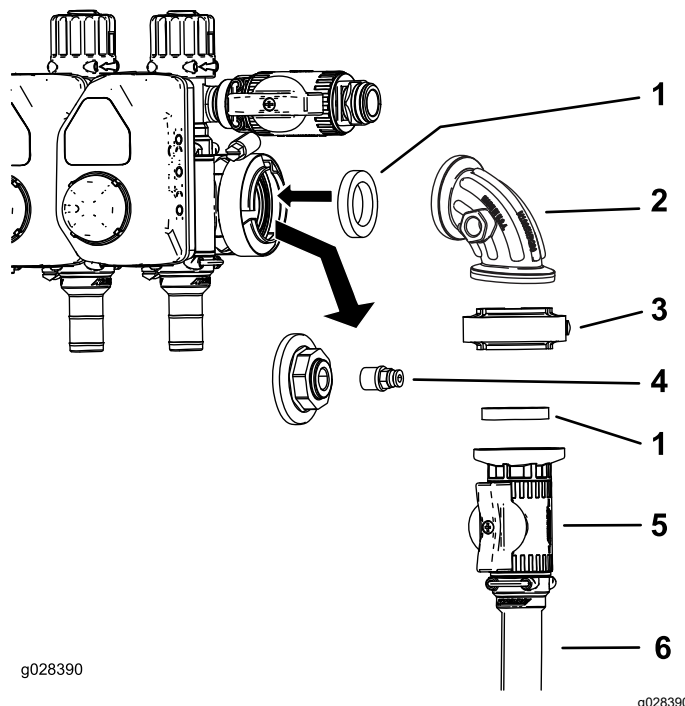

Figura 24
1. Desconecte el tapón y el acoplamiento del orificio del manómetro (Figura 24).
2. Instale el conjunto de la válvula de control según se muestra en Figura 24.
3. Instale el acoplamiento en el orificio abierto del codo de 90° (Figura 24 y Figura 37).
4. Conecte la manguera de suministro del carrete de la manguera a la válvula de control con una abrazadera (Figura 24).